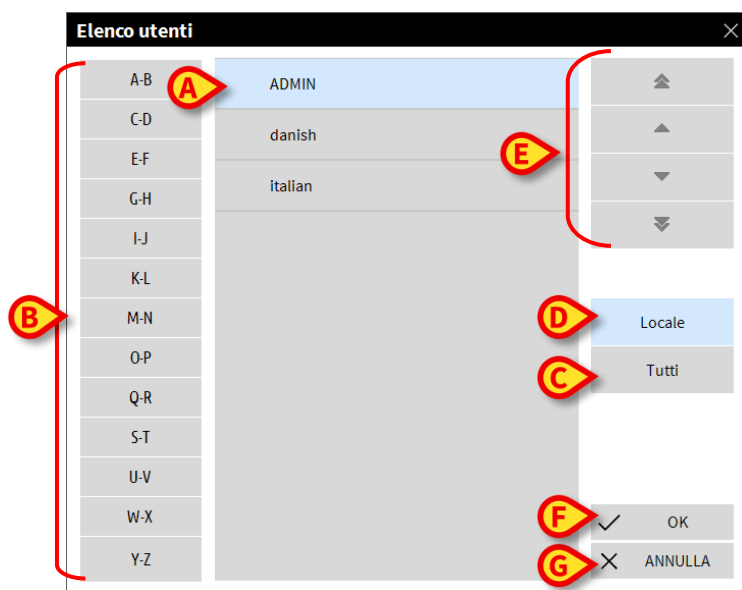

Fig 12
Si aprirà la finestra seguente (Fig 12).
La parte centrale della finestra riporta, in ordine alfabetico, i nomi dei possibili utenti (Fig 12 **A**).
Le lettere presenti sulla sinistra (Fig 12 **B**) permettono di visualizzare solo gli utenti il cui nome inizia per una lettera determinata.
Il pulsante **Tutti** (Fig 12 **C**) permette di visualizzare la lista di tutti i possibili utenti.
Il pulsante **Locale** (Fig 12 **D**) permette di visualizzare la lista dei soli utenti che utilizzano la workstation specifica su cui si sta lavorando.
Le frecce presenti sulla destra della finestra (Fig 12 **E**) permettono di far scorrere su e giù la lista degli utenti.
- Cliccare su **Ok** (Fig 12 **F**)
Il pulsante **Annulla** (Fig 12 **G**) permette di annullare l'operazione e di chiudere la finestra "**Elenco utenti**" senza aver selezionato alcun utente.